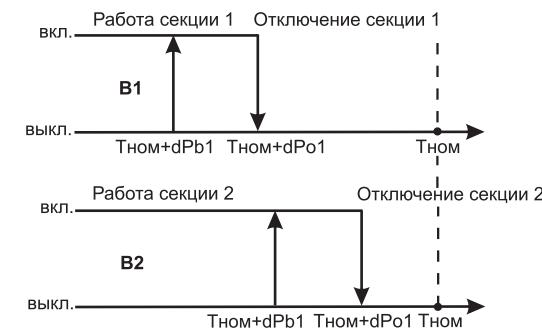

Рисунок 7.7
- **B1** и **B2** в режиме А по мере нарастания значения контролируемого параметра последовательно выключают секции нагрева (рисунок 7.7);